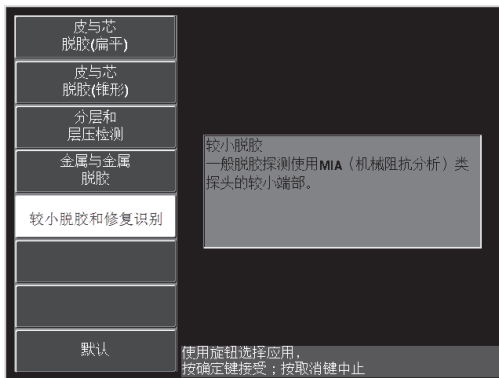

图 6-30 较小脱胶和修复识别应用
3. 选择 **Smaller Disbonds and Repair Identification** (较小脱胶和修复识别) 应用, 然后按确定键 (✓) 接受 (参见第 134 页的图 6-30)。